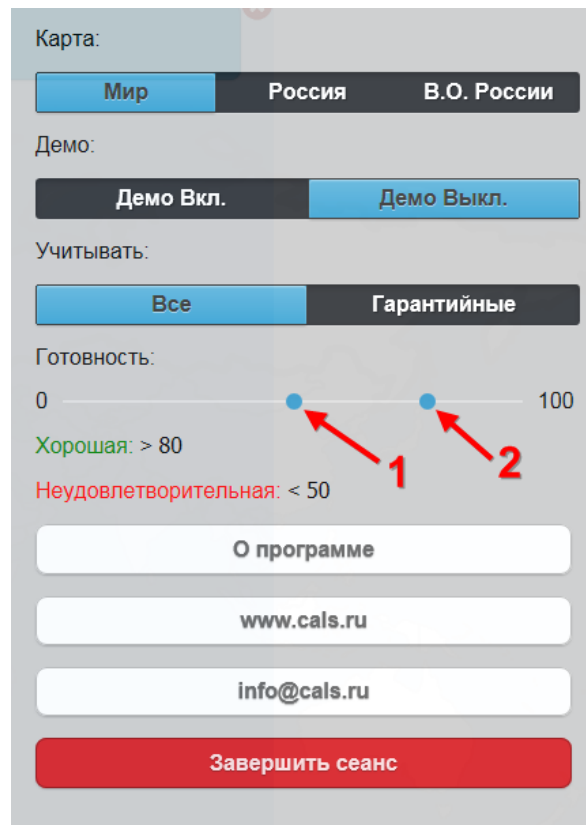

Рис. 6-5 – Диалоговое окно настроек
– Кнопка «Настройки» (1 на рис. 6-2 – рис. 6-4) вызывает диалоговое окно, представленное на рис. 6-5.